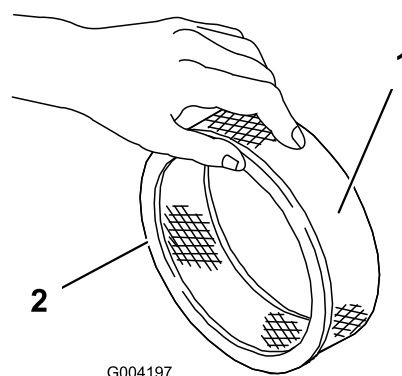

Figura 46
- Controllate che il filtro in carta non sia strappato, che non abbia strati untuosi e che la guarnizione in gomma non sia danneggiata (Figura 46).
- Fate scorrere attentamente il prefiltro in schiuma sintetica sul filtro di carta (Figura 46).